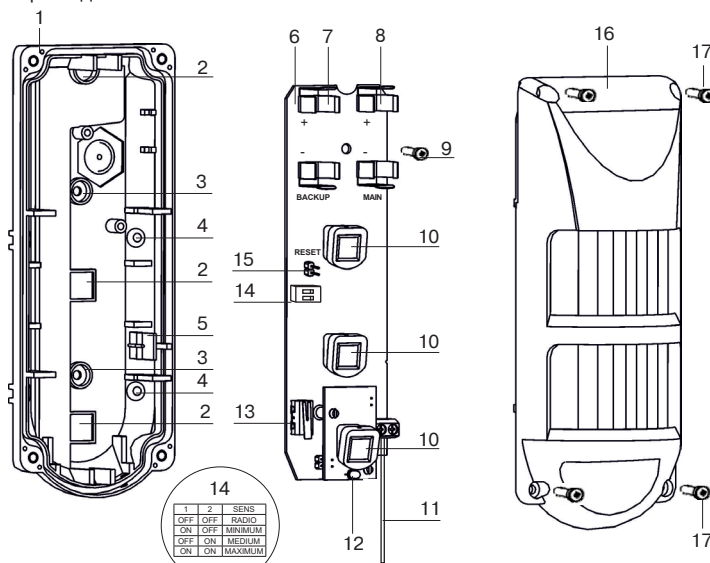

Рисунок 1 – Конструкция «СН-ИК-УЛИЦА»
Извещатель (рисунок 1) состоит из основания (1), печатной платы (6) и крышки (16). На печатной плате расположены держатели двух батарей CR123A – основной (8) и резервной (7), три ИК-приемника (10), антенна (11), входит в комплект поставки, двухцветный световой индикатор (12), датчик вскрытия корпуса (13), DIP-переключатель (14) и контакты RESET (15). Печатная плата фиксируется на основании защелкой (5) и винтом (9). Крышка (16) крепится к основанию (1) четырьмя винтами (17) с использованием герметизирующей прокладки.